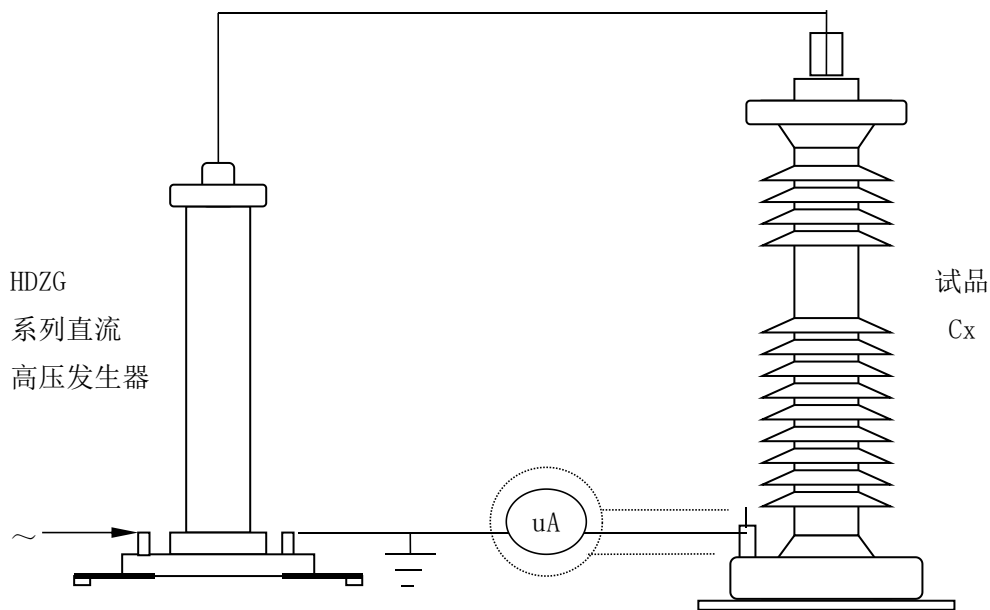
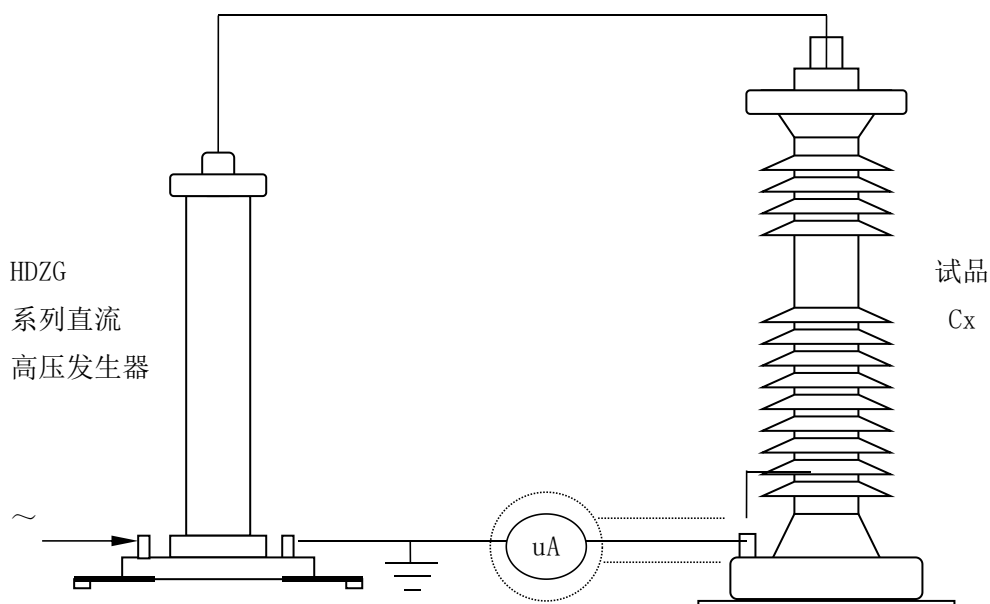

图 8a 微安表接入试品末端接线图
图 8b 排除试品表面泄漏电流接线图
(3) 对氧化锌避雷器、磁吹避雷器等试品接地端可分开的情况下,也可采用在试品的底部(地电位侧)串入电流表进行测量的方式,但也必须使用屏蔽线(见图 8a)。当要排除试品表面泄漏电流的影响,可用软的裸铜线在试品地电位端绕上几圈与屏蔽相联接(见图 8b)。